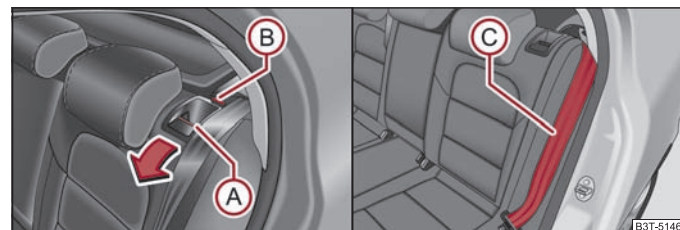

Fig. 73 Desbloquear el respaldo / bloquear el respaldo
- Presionando el asidero de desbloqueo (A) ⇒ fig. 73 desbloquea el respaldo y lo abate hacia delante.
- Coloque el cinturón de seguridad lateral trasero (C) ⇒ fig. 73 detrás del borde del revestimiento lateral.
- Cerciórese de que la espiga roja (B) ⇒ página 87, fig. 73 está cubierta.